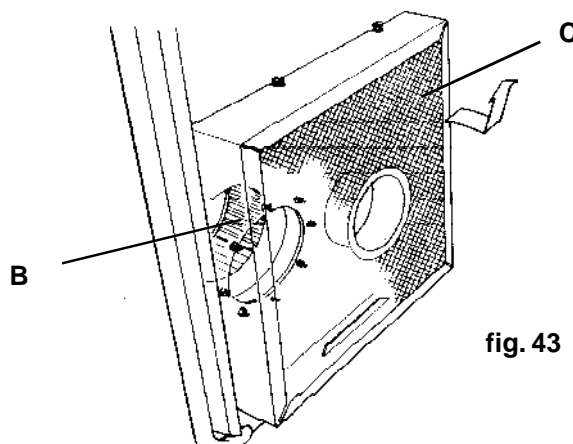

fig. 43
- Check the air extractor is off (fig. 43/B).
- Remove particles kept in the filter (fig. 43/C).
- Asegurarse de que la turbina está parada (fig. 43/B).
- Eliminar las partículas adheridas al filtro (fig. 43/C).
- S'assurer que la turbine soit arrêtée (fig. 43/B).
- Nettoyer les particules retenues dans le filtre (fig. 43/C).